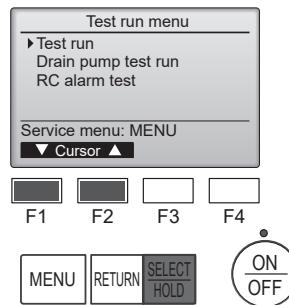

Fig. 7-2
(2) Dans le Menu test de fonctionnement, sélectionnez "Test run" (Test fonctions) puis appuyez sur la touche [SELECT/HOLD] (SÉLECTION/EN ATTENTE). (Fig. 7-2)
(3) Le test fonctions démarre et l'écran Test fonctions s'affiche.